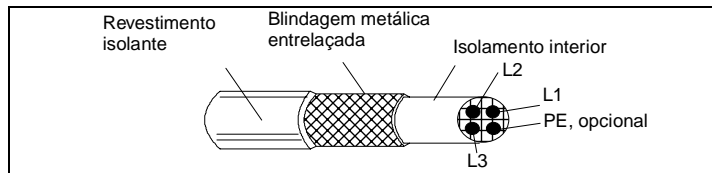

Figura 8 Blindagem efectiva do cabo do motor (p.ex. Cabos Ölflex-Servo-FD 780 CP, Lappkabel ou MCCMK, NK).
A regra geral para a eficácia da blindagem do cabo é: quanto melhor e mais apertada for a blindagem, mais baixo é o nível de emissão de radiações. É apresentado um exemplo de uma construção efectiva na Figura 8.
* É necessária blindagem efectiva do cabo do motor, de acordo com a Figura 8.
Para o ACS 101-4K1-1 e ACS 103-4K1-1, é necessário um cabo de acordo com a Figura 8.
Com os filtros de entrada ACS100-FLT-C ou ACS140-FLT-C a emissão conduzida cumpre os limites da classe de distribuição não-restringida em Ambiente de Classe I, conforme especificado na EN 61800-3 (EN 50081-1) desde que o cabo do motor tenha blindagem (ver Figura 8) e o comprimento máximo seja de 30 m.
Os comprimentos dos cabos do motor têm de ser limitados conforme especificado na Tabela 6 e o cabo deve possuir blindagem de acordo com a Figura 8. Na extremidade do motor, a blindagem do cabo deve ser ligada à terra a 360 graus com um buçim de cabo EMC (p. ex. buçins de cabos blindados Zemrex SCG).